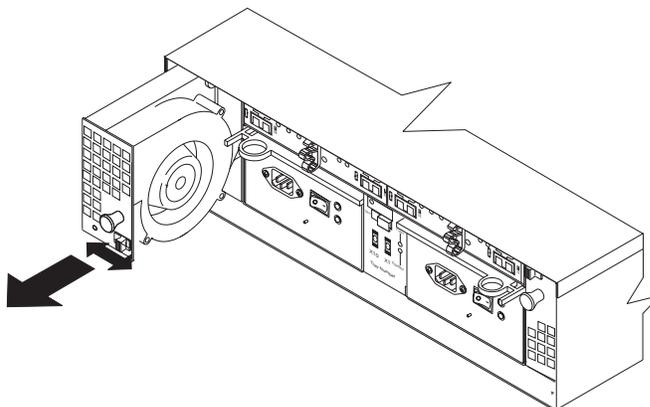

Figura 43. Substituindo um Ventilador de Refrigeração de Troca a Quente
- b. Utilize a alça (knob preto) para puxar o ventilador do compartimento de ventiladores, conforme mostrado na Figura 43.